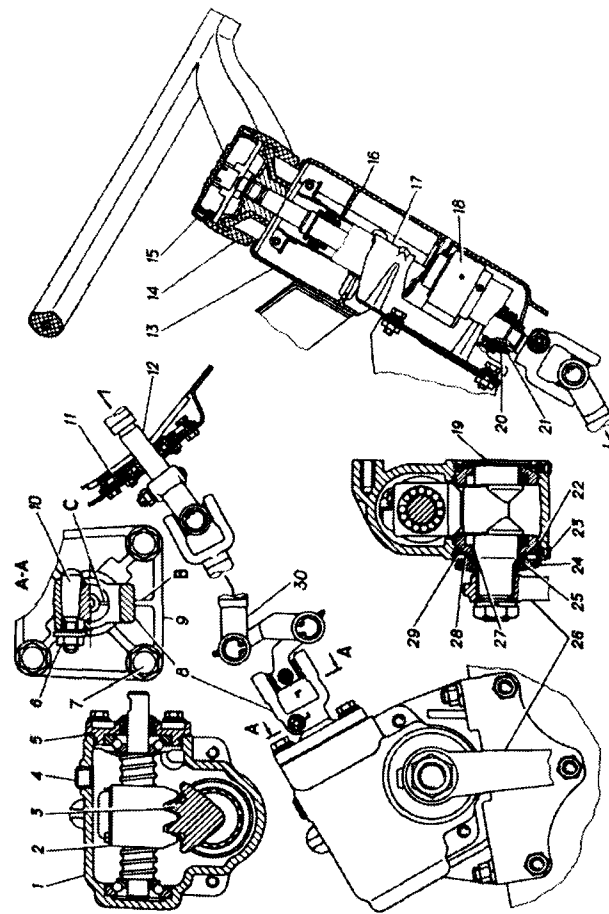

Рис. 10.2. Рулевой механизм и рулевая колонка:
На автомобиле установлено рулевое управление с рулевым механизмом типа винт-шариковая гайка и трехшарнирной рулевой колонкой с бесшлицевым соединением (рис. 10.2), обеспечивающим изменение длины карданного вала колонки при колебаниях кабины, а также установлен раздельный гидросилитель руля (ГУР).
3. Снять продольную тягу с поворотного рычага, установить рулевой механизм в среднее положение поворотом рулевого вала из любого крайнего положения на три оборота и доворотом его до совмещения риски *C* (см. рис. 10.2) на торце винта рулевого механизма с ребром *B* верхней крышки *9* рулевого механизма (риска должна находиться внизу). Проверить правильность установки рулевого колеса относительно рулевого механизма. Плоскость симметрии спиц рулевого колеса должна быть параллельна плоскости симметрии автомобиля (допускается отклонение не более 5°). При необходимости, восстановить положение рулевого колеса его перестановкой.